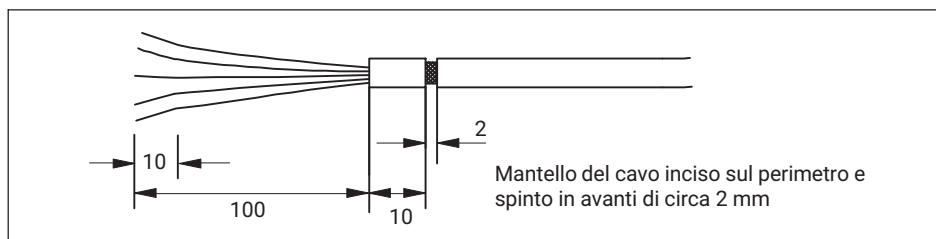

Fig. 7.2 Mantello del cavo inciso
1. Tagliare il mantello del cavo Fig. 7.2 per accedere allo schermo del cavo.